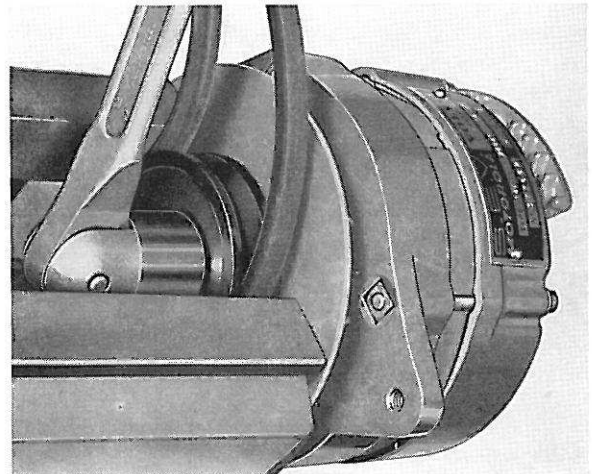

Figure 25. Démontage de l'écrou de la poulie
2. Fixer la poulie, avec courroie, dans un étau muni de mordaches en cuivre, figure 25.